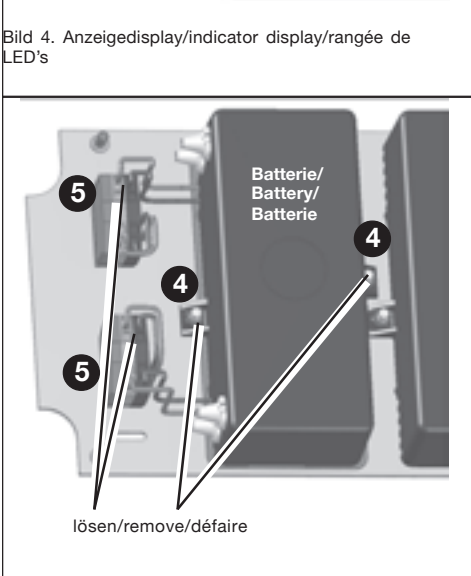
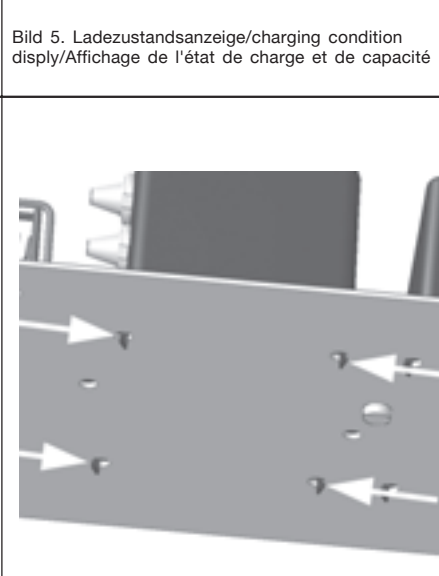

Bild 7/fig. 7/Fig. 7
Bild 8/fig. 8/Fig. 8
Wechseln Sie die Batterie außerhalb des Ex-Raumes durch Lösen der beiden Schrauben M 4 ④ sowie der vier Leitungen an den Klemmsteinen ⑤ (Bild 7). Drücken sie die vier Schnapphaken ⑥ auf der Leiterkartenrückseite zusammen und entnehmen sie die Batterie aus der Leiterkarte (Bild 8 und 8a). Montieren sie die neue Batterie in umgekehrter Reihenfolge.